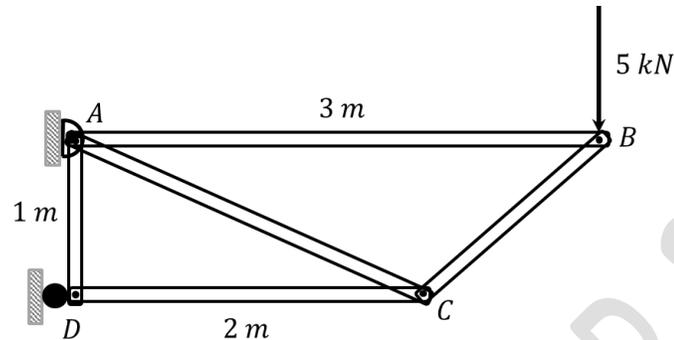

Fig. 5.1.
5.1.- La armadura mostrada en la Fig. 5.1 se compone de cinco varillas rígidas cuyas dimensiones se expresan en la figura y está anclada mediante un pasador en A y un soporte en D. Sobre el nudo B de la armadura se aplica una carga de 5 (kN). Determine las fuerzas internas de las varillas indicando si están en tensión o compresión.